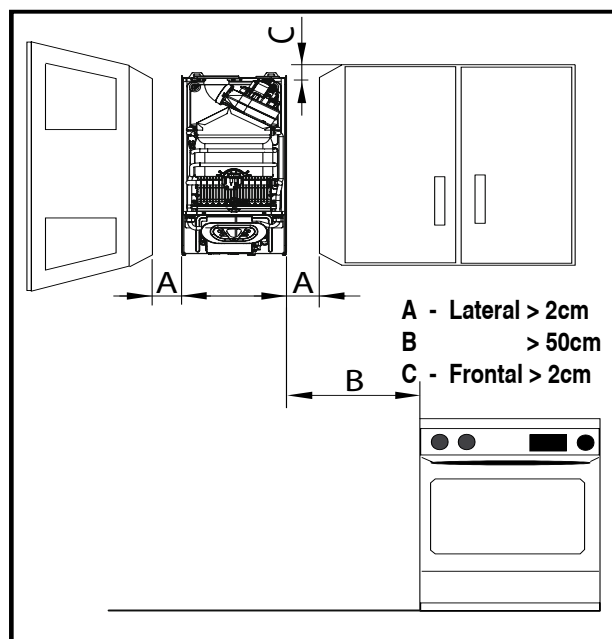

fig. 7 - Distancias mínimas
- 1 - Abra el embalaje, dentro encontrará la plantilla de montaje. Situela en la pared a la altura apropiada (**verificar las distancia, ver fig.7**) asegurandose de que la plantilla esté lo mas horizontal posible ( utilizar un nivel ).